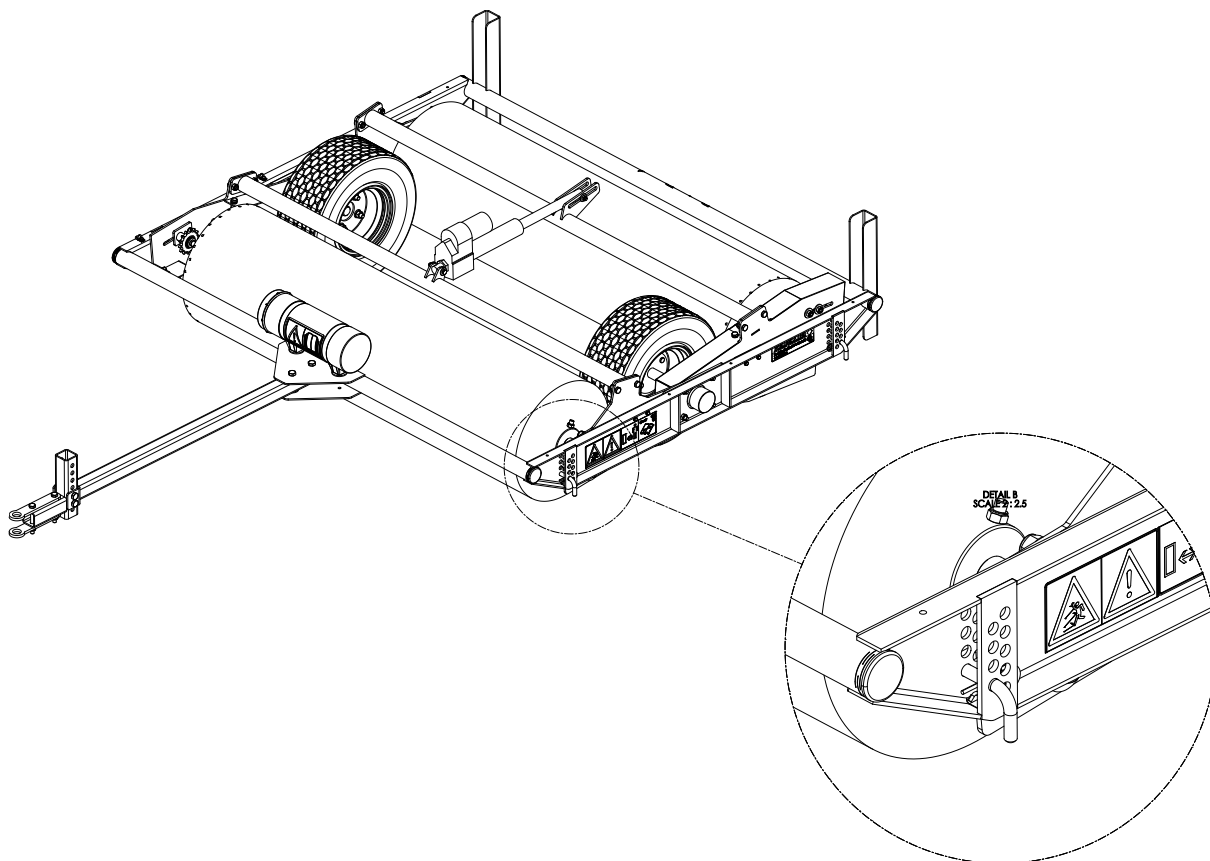

Fig. 10
2. Rimuovere la clip a R dal perno (1) (fig. 10).